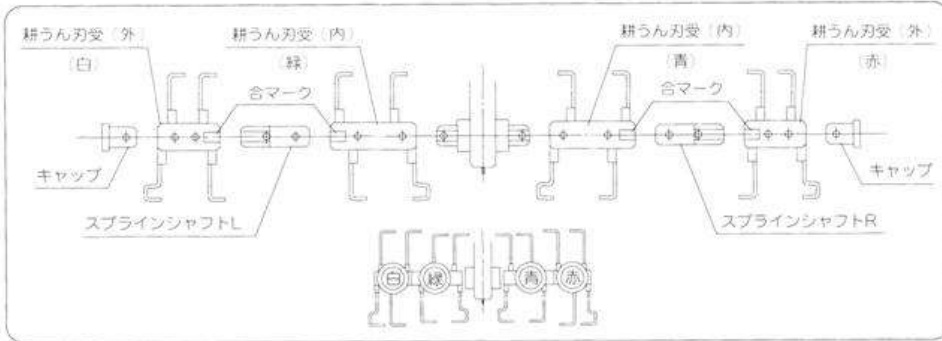

図42
- 図42を参照に組付けてください。
- ドラム用チューブを耕うん軸に差込みドラムセットボルト、ロックナットで確実に締め付けてください。（図42）
- 作業内容により、または回転方向によりドラムロータを振替えてください。振替の際は工具なしでRピンとドラム振替ピンの差替えにより出来ます。（図42）